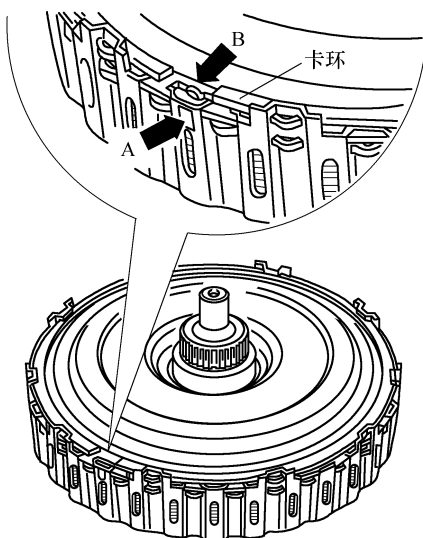

图 3-2-17 正确安装离合器盖板位置
6) 安装离合器盖板，同时使得凸缘箭头 B 与标识箭头 A 对齐，然后将新的卡环装入离合器，如图 3-2-17 所示。